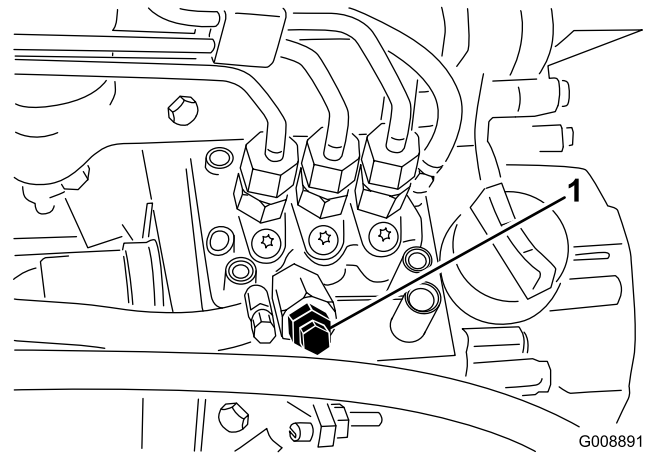

Bild 26
3. Öffnen Sie die Entlüftungsschraube an der Kraftstoffeinspritzpumpe (Bild 26).